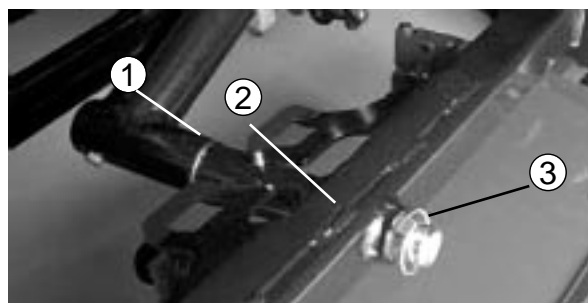

図19
### カuttingユニットを取り付ける(図19~21)
2. ピボット・ロッドに、カuttingユニットのキャリア・フレームを取り付け、リンチピンで固定する（図19）。